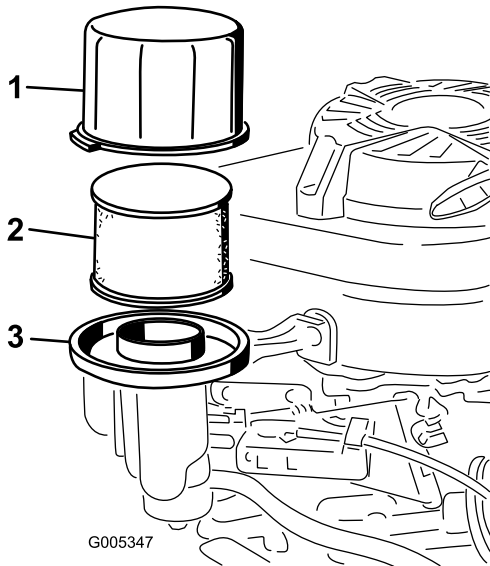

Figura 21
3. Retire cobertura e limpe-a cuidadosamente (Figura 21).
4. Retire o pré-filtro de esponja e o filtro de papel da base do filtro (Figura 21).